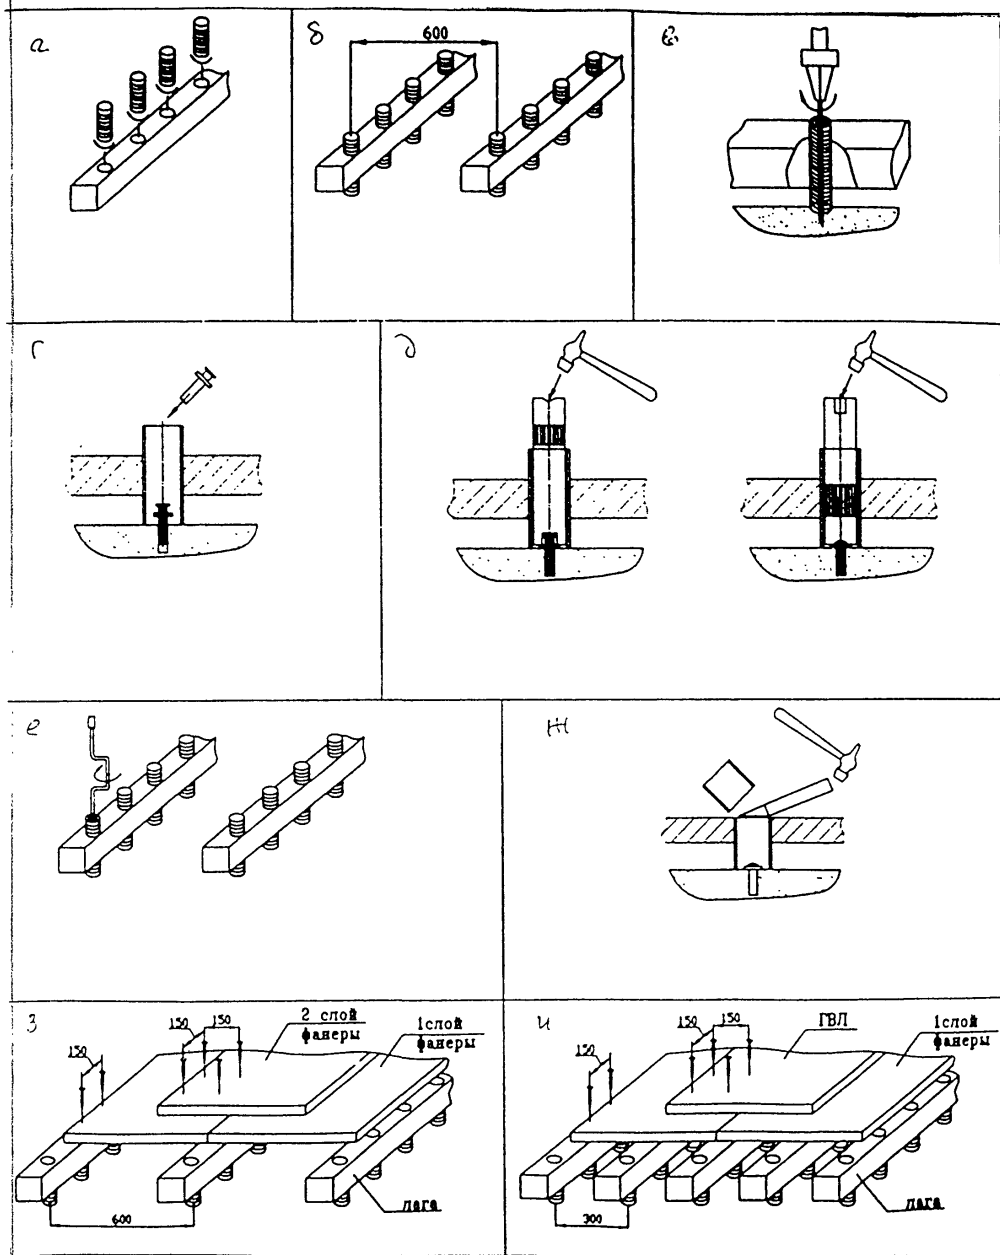

Рис. 2 Последовательность операций при установке регулируемых лаг и крепления к ним сборной стяжки
5.48 При значительных неровностях подстилающего слоя возможно выполнение сборной стяжки из фанеры по регулируемым лагам со сквозными резьбовыми отверстиями (рис. 2).
5.50 Перед установкой в отверстия лаг ввинчиваются пластиковые болт-стойки, на которые опираются лаги (рис. 2а).
5.51 Лаги устанавливаются на перекрытии с шагом 375 мм, после чего через болты-стойки в перекрытии засверливаются отверстия (рис. 2б, в).
5.52 В болт-стойку помещают дюбель-гвоздь, который на неполную глубину забивают с помощью дробника в отверстие, выполненное в перекрытии (рис. 2г, д).
5.53 С помощью завинчивающего инструмента регулируют необходимое положение лаг по уровню (рис. 2е) и окончательно закрепляют лаги к перекрытию с помощью дюбель-гвоздя, после чего выступающие части болтов-стоек срезают с помощью стамески (рис. 2ж).
5.54 На установленные таким образом лаги укладывают сборную стяжку из двух слоёв фанеры толщиной по 10 мм, закрепляя их с шагом 150 мм саморезами. При этом второй лист фанеры должен перекрывать стыки нижнего слоя (рис. 2з).